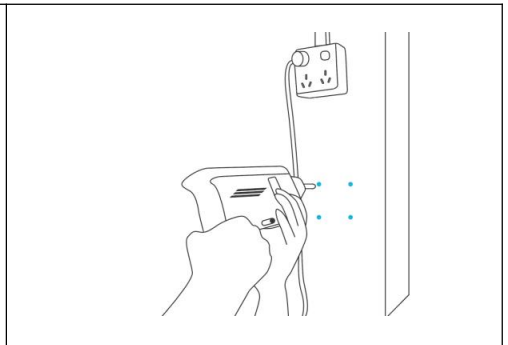

Abb. 4 .
4. Bohren Sie vier Löcher an den markierten Stellen. Stellen Sie sicher, dass der Montagebereich tragfähig und frei von Hindernissen ist. Siehe Abb. 4.